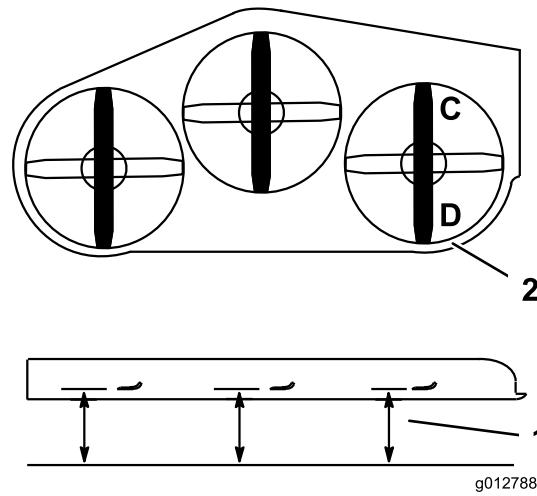

Figura 84
1. Coloque la cuchilla derecha en posición longitudinal (Figura 84).
2. Mida la cuchilla izquierda en la posición **C** desde una superficie nivelada hasta el filo de corte de la punta de la cuchilla, y anote esta medida (Figura 84).
3. Mida la cuchilla izquierda en la posición **D** desde una superficie nivelada hasta el filo de corte de la punta de la cuchilla, y anote esta medida (Figura 84).
4. La cuchilla del cortacésped debe estar entre 6 a 10 mm (1/4 a 3/8 pulgada) más baja en la posición **C** que en la posición **D** (Figura 84). Si la distancia no es correcta, continúe con los pasos siguientes.
2. Coloque la cuchilla izquierda en posición longitudinal (Figura 84).